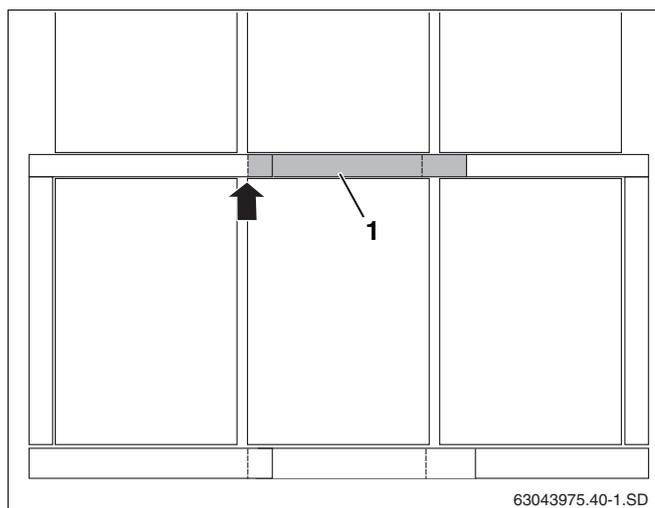

Fig. 52 Posizionamento delle lamiere di copertura centrali
In presenza di più di due collettori, sono necessarie delle lamiere di copertura centrali (fig. 52, **pos. 1**) tra le serie di collettori. Queste devono essere montate, sul lato sinistro, a paro con il collettore (freccia).